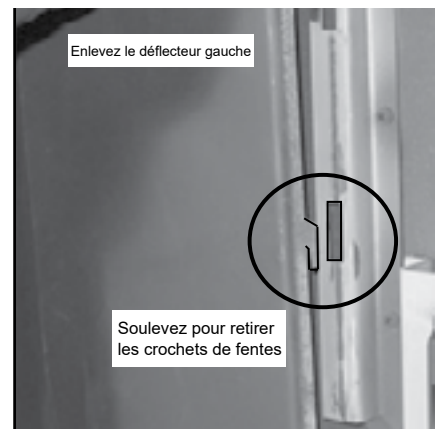

Figure 26.3
3. Retirez le déflecteur gauche, puis le déflecteur droit en tirant vers le haut, puis vers vous. Les déflecteurs de gauche et de droite ont des crochets et fentes similaires (**Figures 26.3 et 26.4**).